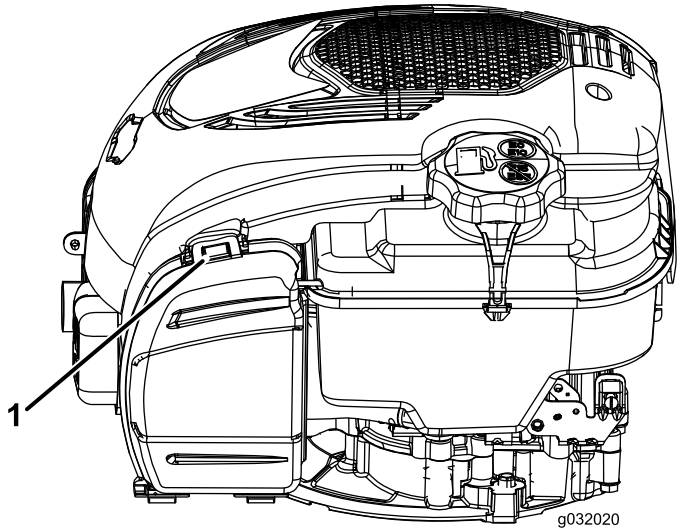

Figura 25
1. Empurre a patilha para abrir tampa do filtro de ar (Figura 25)